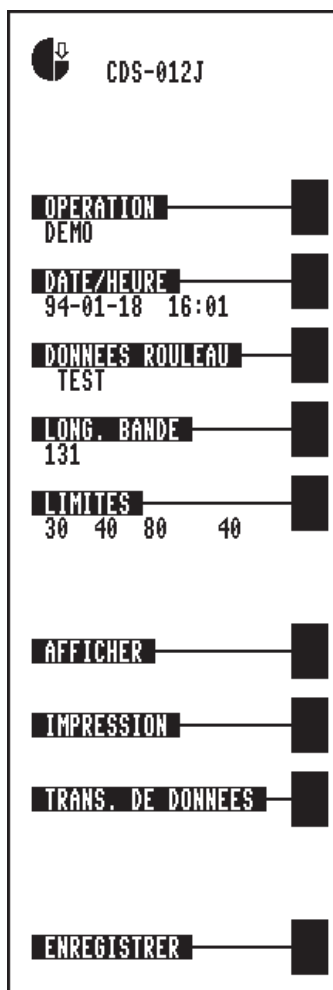

Figure 19. Menu principal
Mettez l'interrupteur d'alimentation de l'unité d'affichage sur on. L'écran LSD affichera le Menu principal, voir figure 19.
3. Démarrez le compacteur et allumez le CDS. Le Menu principal s'affichera, voir figure 19.